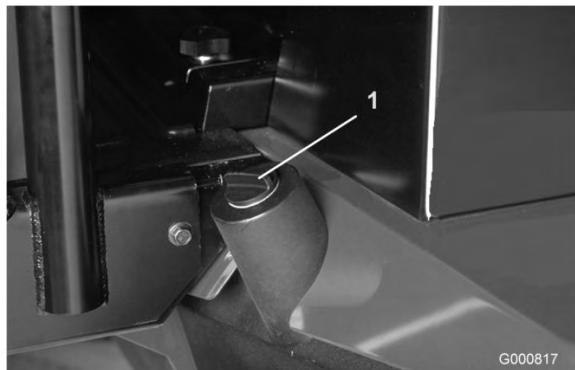

図 36
2. 油圧オイル・タンクの注油口周辺をきれいに拭き、キャップ（図 36）を外す。給油口からキャップを取りる。